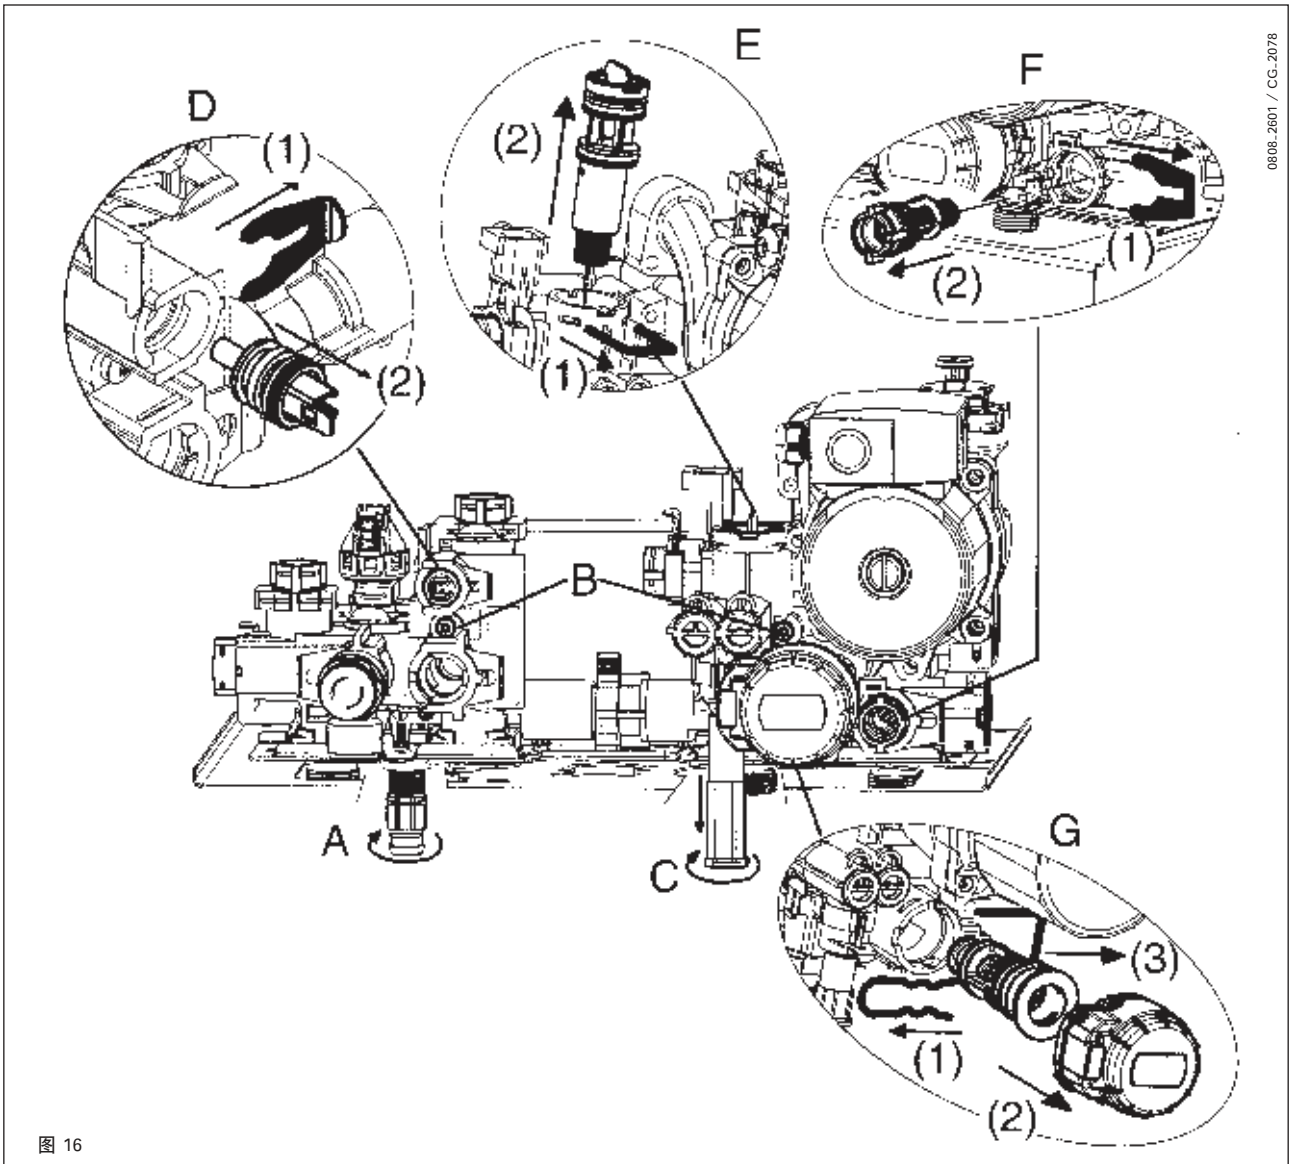

图 16
卫生热水过滤网以及采暖过滤网均安装于专门的可抽出的金属套筒内。采暖过滤网的金属套筒位于采暖回水管上（见图16中的F），卫生热水过滤网的金属套筒位于自来水进水管上（见图16中的E）。按以下步骤清洗过滤网：
- * 打开图16中的阀A，排掉采暖系统中的水；
- * 在取出采暖过滤网之前，必须首先拆下三通阀上的电机（图16中的G(1)和(2)）；
- * 拆下图16中的固定卡子E(1)
- * 拆下过滤器（图16中的E(2)）。
如果没有安装关断阀，则必须按照下节所述拆下卫生热水换热器，并单独进行除垢。我们建议您也对卫生热水换热器座及NTC温度传感器进行除垢清洗（图16中的D）。